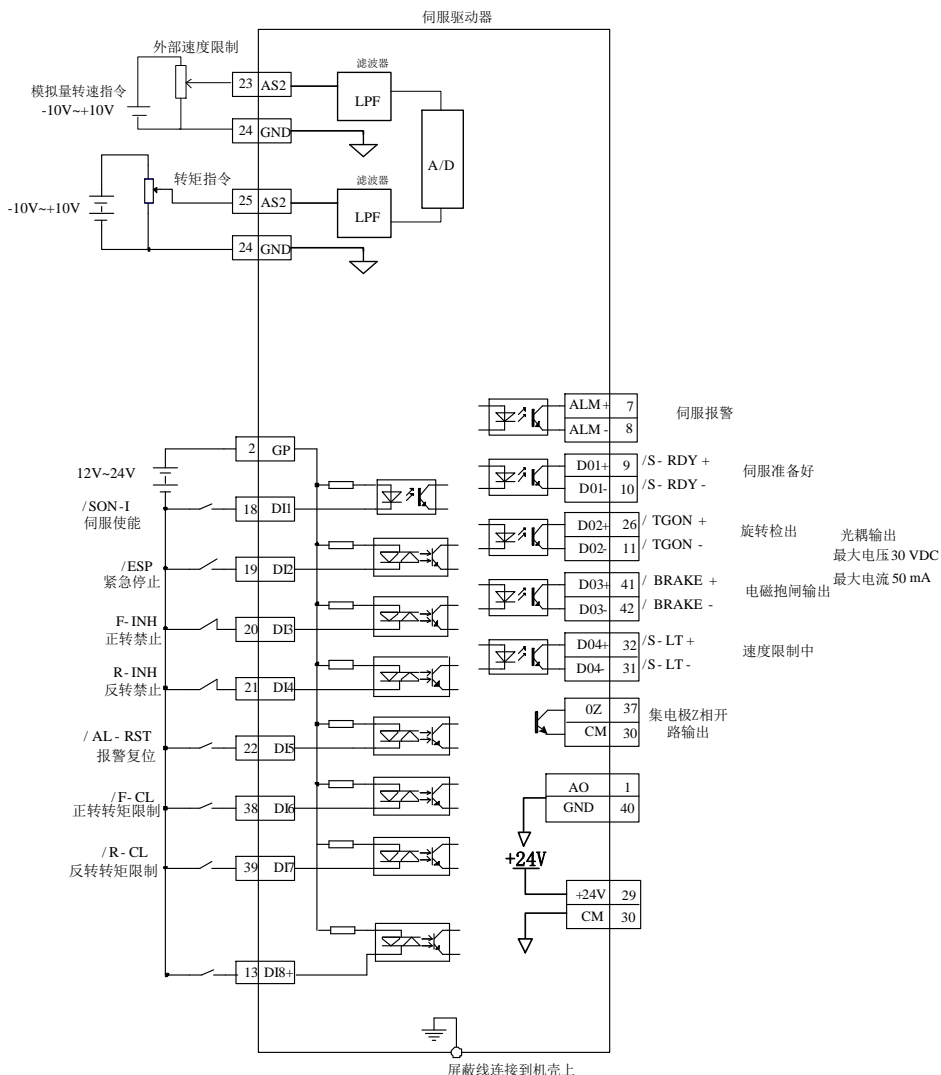

图 6.3.3 模拟量器转矩模式典型接线图
- ★参考图 6.3.2 或图 6.3.3 的配线说明，进行 DI/DO 信号的连线；